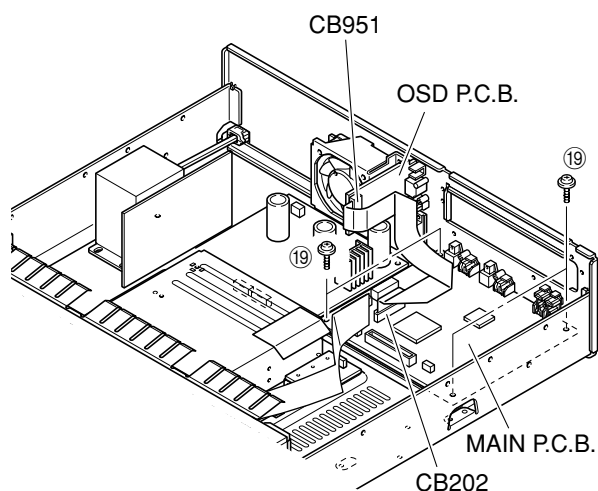

Fig. 20
- j. Remove the OSD P.C.B.. (Fig. 20)
- k. Remove 4 screws (19). (Fig. 20)
- m. Remove the MAIN P.C.B.. (Fig. 20)
- j. OSD P.C.B.を取り外します。(Fig. 20)
- k. 19のネジ4本を外します。(Fig. 20)
- m. MAIN P.C.B.を取り外します。(Fig. 20)